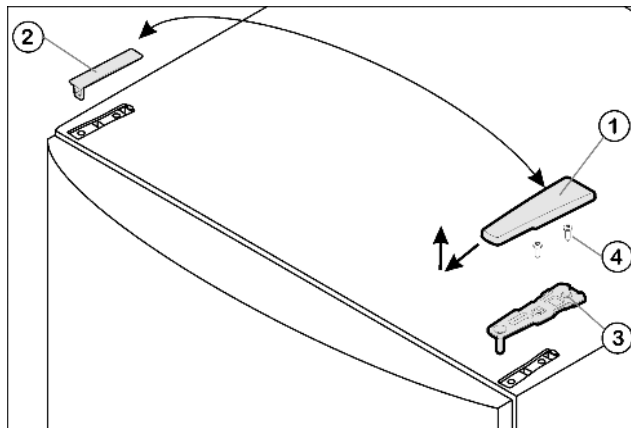

Fig. 4
- ▶ Потяните крышку Fig. 4 (1) вперед и вверх.
- ▶ Снимите крышку Fig. 4 (2).
- ▶ Открутите верхний опорный кронштейн Fig. 4 (3)(2 шт. Torx® 25) Fig. 4 (4) и вытяните вверх.
- ▶ Установите верхний опорный кронштейн Fig. 4 (3) на новой стороне шарнира и защелкните в дверце.
- ▶ Привинтите верхний опорный кронштейн (**с моментом 4 Нм**) (2 шт. Torx® 25) Fig. 4 (4). При необходимости сделайте отверстия или используйте аккумуляторную отвертку.
- ▶ Наденьте и защелкните крышку Fig. 4 (1) и крышку Fig. 4 (2) на противоположной стороне снаружи.